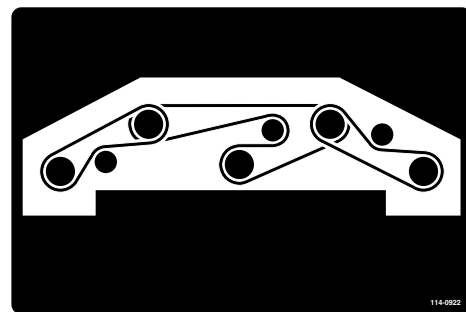

Bild 126
- Verlegen Sie den neuen Riemen um die Spindelscheiben und die Spanscheiben (Bild 126).